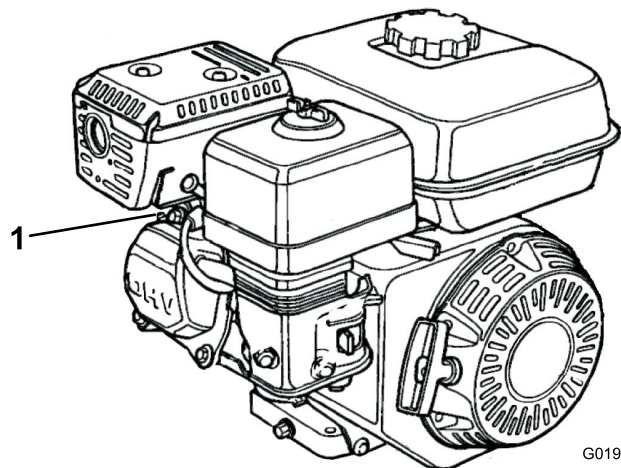

Bild 32
2. Ziehen Sie den Zündkerzenstecker von der Zündkerze ab (Bild 32).